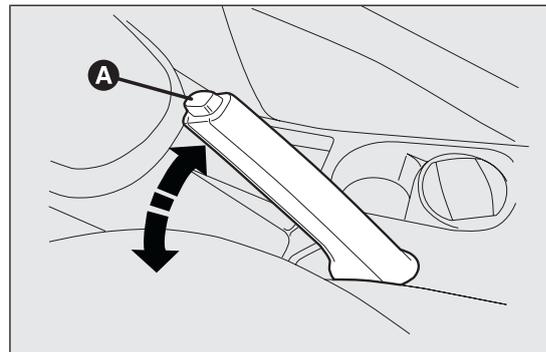

fig. 136
- levantar ligeramente la palanca y pulsar el botón de desbloqueo A fig. 136;